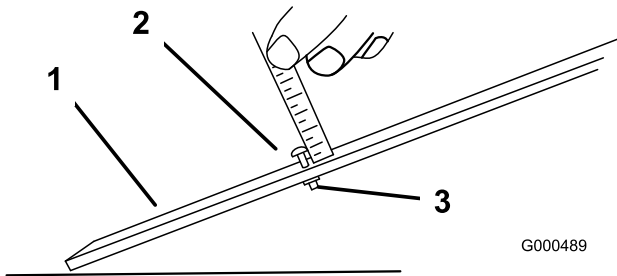

図 49
3. ゲージバー 図 49 のナットをゆるめ、調整ねじを希望の刈り高に合わせるねじ頭の下からバーの表面までの距離が刈り高となる。